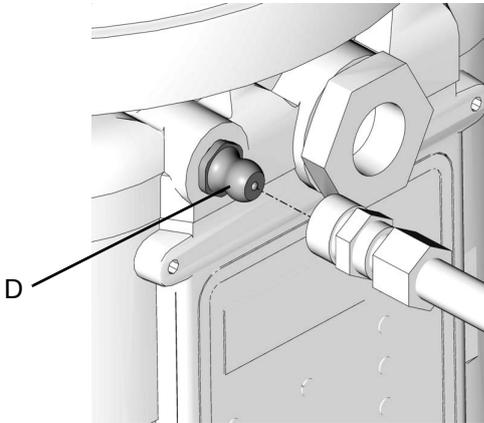

ABB. 19
- Reinigen Sie die Fitting (D) (ABB. 19) vor dem Befüllen des Behälters immer mit einem sauberen, trockenen Tuch. Schmutz und/oder Schmutzteilchen können die Schmiermittelpumpe und/oder das Schmiermittel beschädigen.
1. Füllschlauch an den Einlass-Füllschmiernippel (ABB. 19) anschließen.
1. Schließen Sie den Füllschlauch an das Einlassfitting an (ABB. 19).